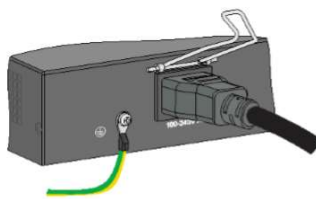

図 2-2 : 固定金具の接続①
- 3) 図 2-2に示すように、AC電源ケーブルの固定金具のフックを、AC電源入力ソケットの両側にある穴に取り付けてください。AC 電源ケーブルの固定金具を上押ししてください。